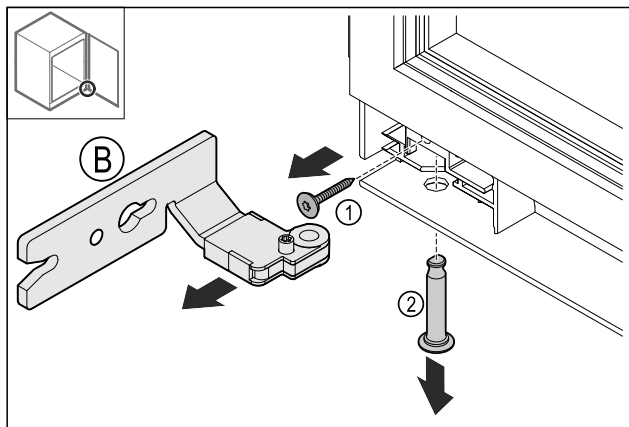

Fig. 16
- Retirer la vis Fig. 16 (1).
- Retirer le boulon Fig. 16 (2).
- Retirer la charnière Fig. 16 (B).